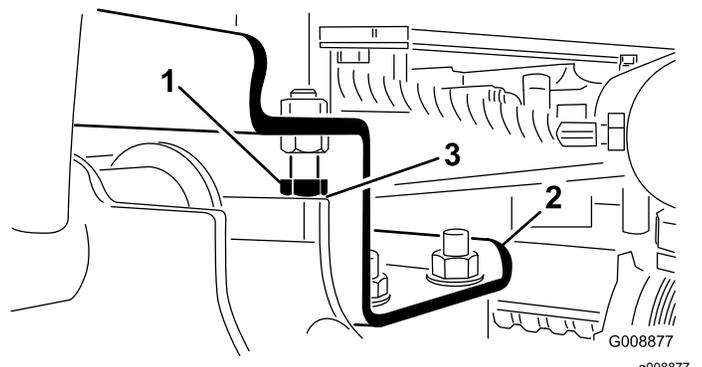

图26
- A. 拧松止动螺栓、调整油缸以获得所需间隙图26。
2. 检查并确保各个提升臂与止动螺栓之间的间隙介于 0.131.02mm 之间图26。